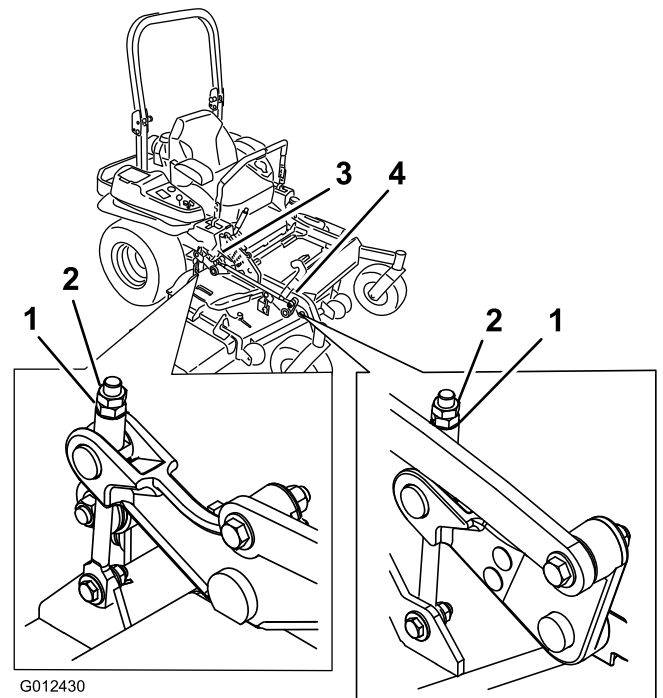

Figura 94
10. Si es necesario, afloje la contratuerca con arandela prensada del lateral de la horquilla y la contratuerca de la parte superior. Gire el tornillo de ajuste hasta obtener una altura de 7.6 mm (3 pulgadas) (Figura 94).
16. Gire el tornillo de ajuste hasta obtener una altura de 8.3 mm (3-1/4 pulgadas) (Figura 94).